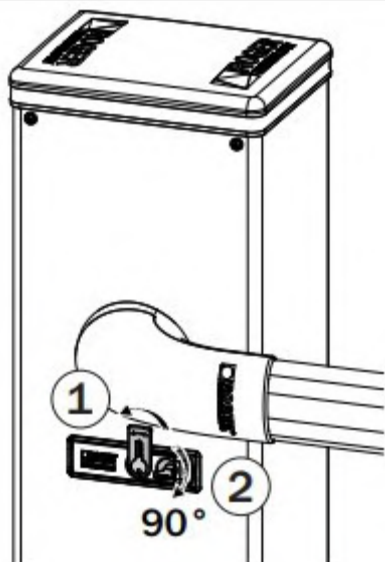

ABB. 1
- 4 Zuganker an der Platte befestigen (Abb. 1). Hinweis: Die untere Mutter muss bis zum Gewindeende geschraubt werden, sodass die Länge Z mindestens 40 mm beträgt.